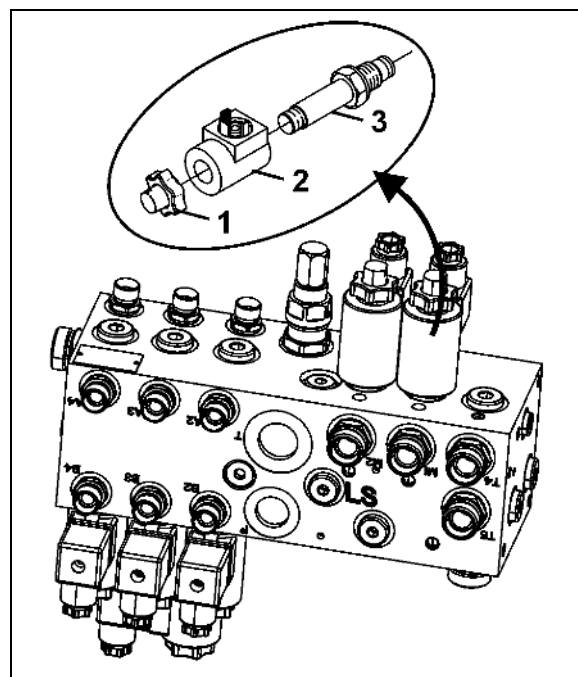

Fig. 59
2. Dévissez le capuchon magnétique (Fig. 59/1)
3. Retirez la bobine magnétique (Fig. 59/2)
4. Dévissez la tige de distributeur (Fig. 59/3) avec les sièges de soupapes et nettoyez-la à l'air comprimé ou à l'huile hydraulique.